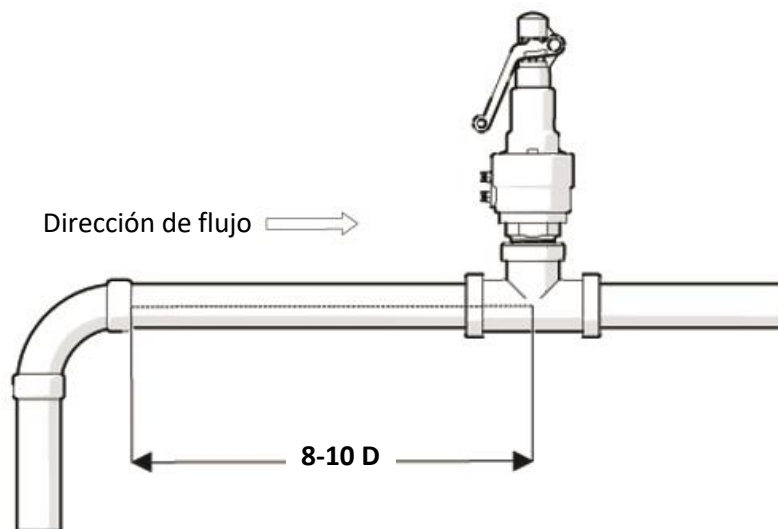

Fig. 5 Distancia recomendada entre la válvula y cualquier dispositivo
7. **Se recomienda una distancia aguas abajo mínima de 8-10 diámetros de tubería (D) entre cualquier dispositivo** (válvula, codo o conexión con ángulo agudo) que pueda perturbar el flujo **y la conexión de entrada de la válvula.** (Fig. 5)